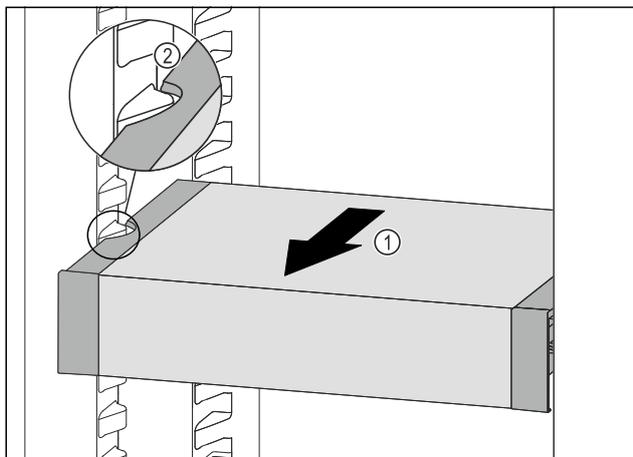

Fig. 108
- ▶ 向前拉动 VarioSafe Fig. 108 (1)，直至 VarioSafe 的侧部凹槽与冷藏区中的容器肋梁持平。 Fig. 108 (2)